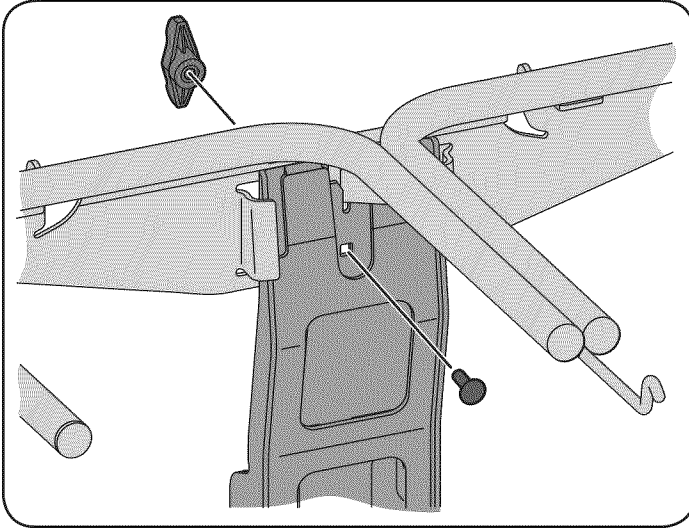

Figure 9
7. Instale al ensamble de la suspensión en el soporte vertical utilizando el perno de carruaje de 5/16" embalado sin apretar con el soporte de montaje en posición vertical. Simplemente Deseche la tuerca de brida embalada con el perno de carruaje y reemplazarlo con la perilla (720-04122) incluida en el paquete de hardware 689-00319. Vea la Figure 9.